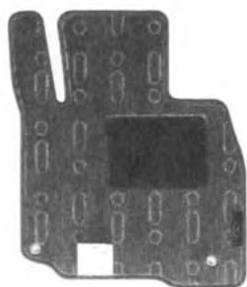
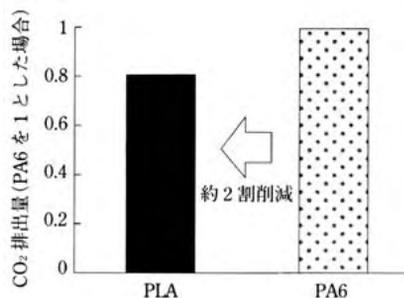

図12 PLA繊維フロアマット
図13 PLA繊維フロアマット(表面パイル部)のCO2排出量
①PLA繊維フロアマット:PLA (Polylactic acid:ポリ乳酸)樹脂は、トウモロコシなどの澱粉を発酵させて得られる乳酸を重合させて製造される。開発したフロアマット(図12)は、表面パイル部にPLA繊維を採用した。PLA繊維は単体では磨耗しやすいため、柔軟性があり磨耗しにくいPA6繊維と撚り合せた合撚糸を採用し、耐摩耗性を向上させた。開発品は従来品(PA6繊維)に較べて、表面パイル部におけるライフサイクル全体でのCO2排出量を約2割削減できる(図13)。この開発品は、2007年1月に発売したi 1st Anniversary Editionに採用した。